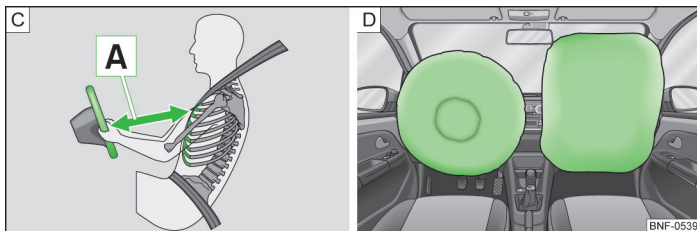

Fig. 92 Distanța sigură față de volan/airbaguri umplute cu gaz
Când se declanșează airbagurile, acestea se umflă în fața șoferului și pasagerului din față » fig. 92 - D. Airbagul umflat amortizează mișcarea spre înainte a pasagerilor reducând astfel riscul de rănire în zona capului și a pieptului.
- Atât pentru șofer cât și pentru pasagerul față este important să păstreze o distanță de aproximativ 25 cm față de volan, respectiv de planșa de bord A » fig. 92. Dacă nu se respectă această distanță, sistemul airbag nu își poate exercita eficiența maximă - Pericol! În afară de aceasta, scaunele față trebuie să fie întotdeauna reglate în funcție de înălțimea corpului.